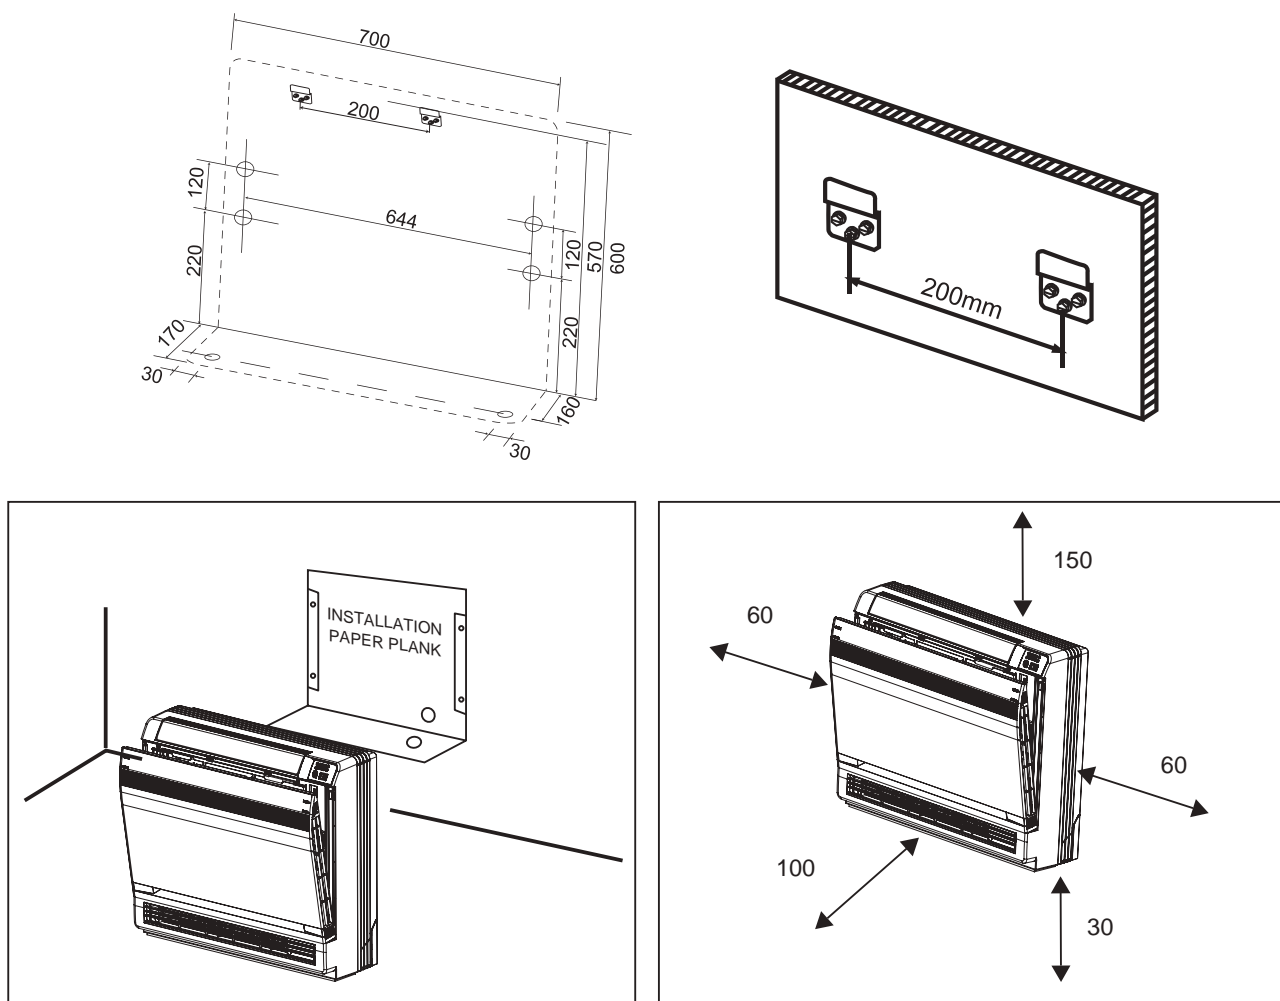

Рис. 10.35
• Блок может быть прикреплен к стене при помощи кронштейнов, которые крепятся на расстоянии 200 мм друг от друга (см. рис. 10.35) или непосредственно к стене крепежными винтами через отверстия в задней корпусной панели.